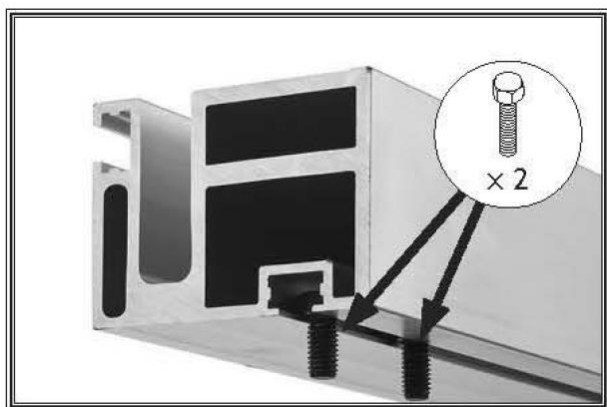

Рисунок 21. Расположение шестигранных болтов для крепления выключателя.
10. Снимите (2) болты с шестигранной головкой M8-1.25 x 16 с выключателя, затем снимите винт и торцевую крышку с левого конца направляющей параллельного упора. Вставьте шестигранные болты в нижний паз на левом конце параллельного упора (см. рисунок 21). Эти болты будут использованы позже для крепления выключателя.